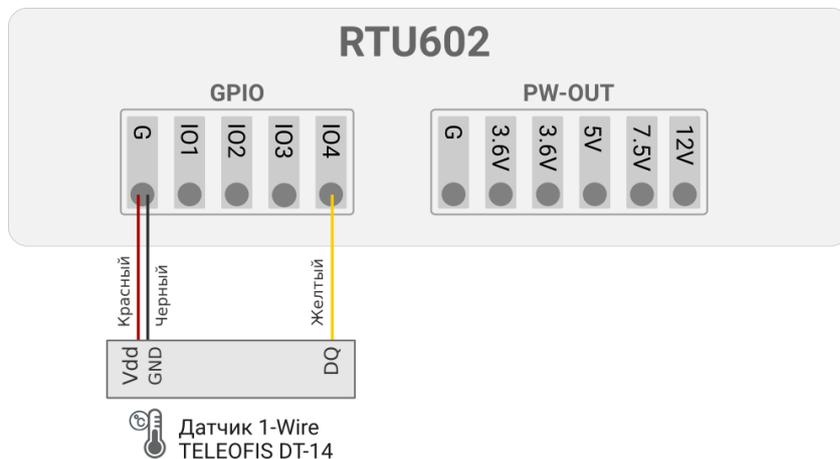

Рис. 9. Подключение датчика 1-Wire к УСПД.
**Подключение.** Датчик имеет три провода, но подключается по двухпроводной схеме. Красный (*питание*) и чёрный (*земля*) провода соедините вместе и подключите к контакту **G** клеммника **GPIO**. Жёлтый провод **DQ** (*линия данных*) подключите к любому из контактов **IO1-IO4** (Рис. 9). Питание датчик получает от линии данных (в «паразитном» режиме).